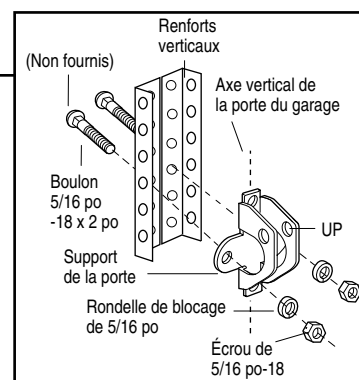

Figure 2B
- On peut également utiliser deux boulons de 5/16 po, des rondelles de blocage et des écrous (non fournis). (Figure 2B)